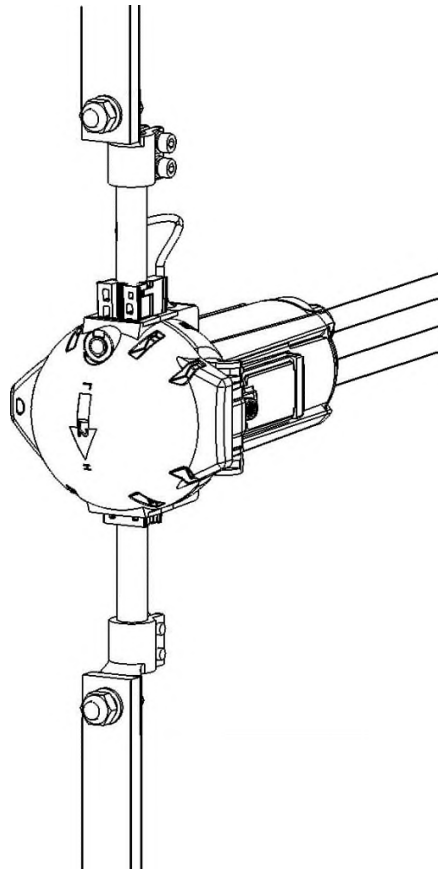

Рис. 12 – Установленный блок соединительный на шине распределительного устройства.
3.3. Установить соединительный блок на среднюю шину фазы L2 в распределительном устройстве с помощью крепежа M10 (рис. 12).